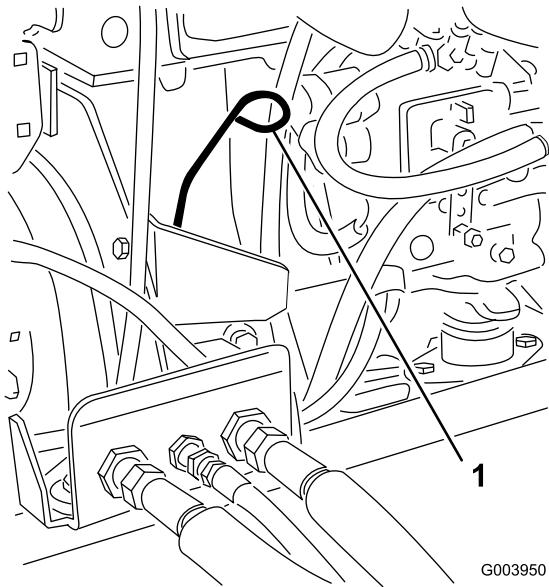

Figura 16
3. Retire la varilla, límpiela, y vuelva a colocarla (Figura 16).